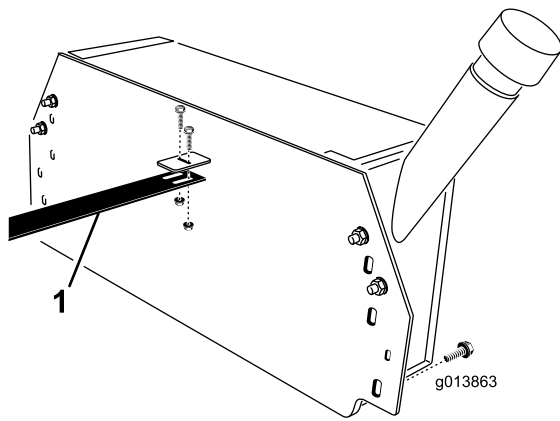

図 9
30. 油圧オイルタンクのブラケットに、ホースガイドを取り付ける；1/4 x 3/4 in ボルトとフランジロックナット各2を使用する (図 9)。